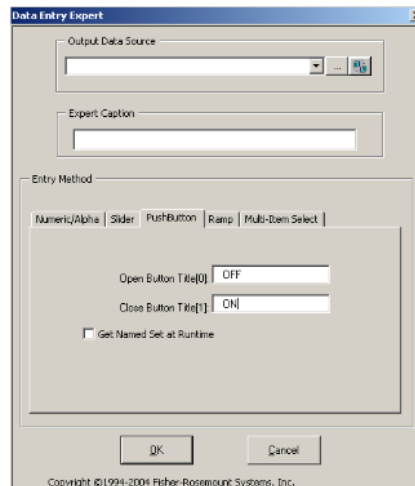

Figura 100: Configurando botonera de encendido y apagado del calefactor.
- 3) Seleccionar la pestaña *PushButton* y dejarla como lo muestra la figura 100. Esto nos permite agregar botoneras para el encendido y apagado del calefactor.